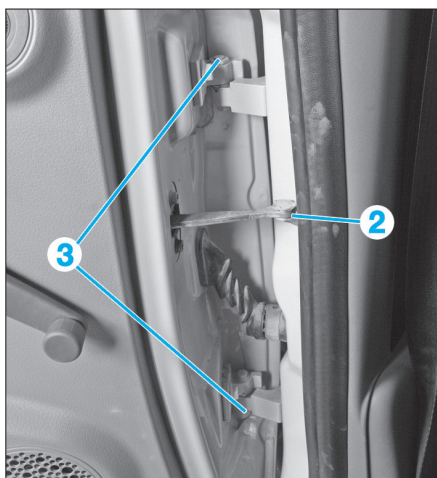

FIG. 109
- Déposer la vis du tirant de porte (2), puis les vis de fixation (3) de la porte (Fig.109).